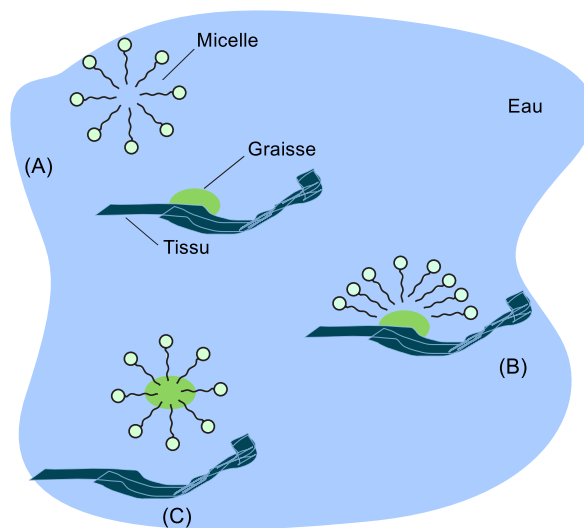

FIGURE 1: Illustration du pouvoir détergent des tensioactifs.
1. Légender le montage expérimental illustré sur la figure 1. Quel est la fonction de l'élément numéro 7 ?